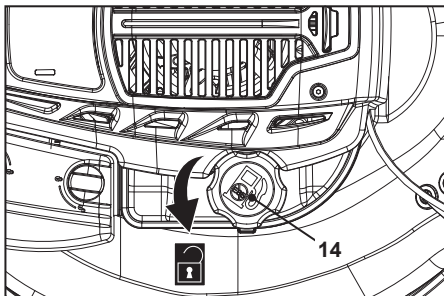

Fig. 7
3. Dévisser et retirer le bouchon du réservoir de carburant (14) (Fig. 7).